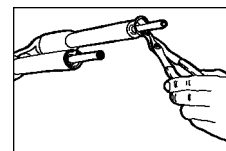

Fig. 7
- Rimuovere gli anelli Sieger situati sul fondo dei tubi superiori con un'apposita pinza per anelli Sieger (vedi fig. 7).